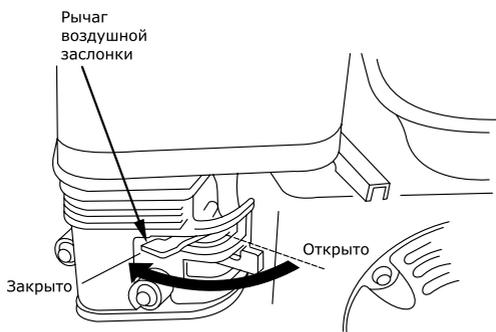

Рис. 11
- Поставьте рычаг привода воздушной заслонки (рис. 11) в следующее положение: